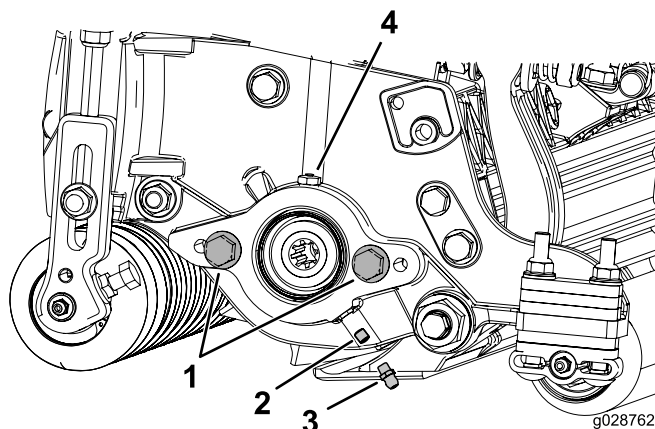

Figura 6
1. Retire e deite fora o parafuso de afinação da placa lateral do motor do cilindro (Figura 6).
2. Instale o bocal de lubrificação reto (Figura 6).
3. Se não existirem parafusos na placa lateral do motor do cilindro, instale-os (Figura 6).
5. Instale o motor do cilindro e lubrifique a placa lateral até que saia lubrificante pela abertura de lubrificação (Figura 6).